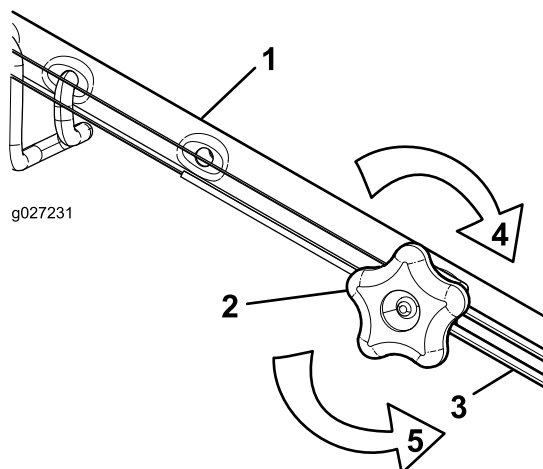

Figura 37
1. Gire el pomo de ajuste en sentido antihorario para aflojar el cable (Figura 37).
2. Ajuste la tensión del cable (Figura 37) tirando del mismo hacia atrás o empujándolo hacia adelante, y manténgalo en esa posición.